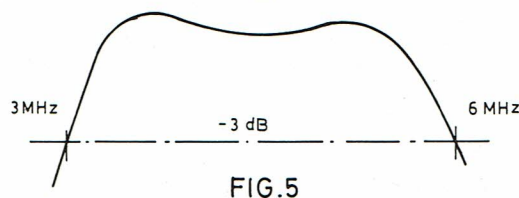

FIG. 5
- On doit obtenir la courbe fig. 5 avec une atténuation de 20 dB.  $\pm$  4 dB.